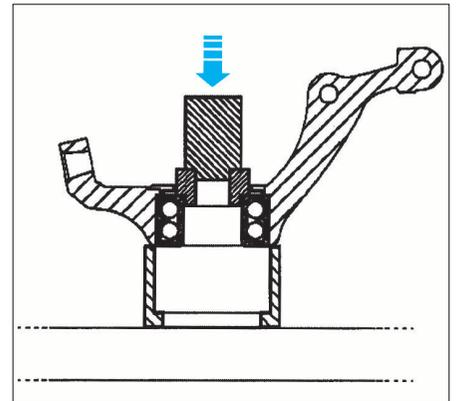

FIG. 11
- le roulement resté dans le pivot, en prenant appui sur sa bague intérieure avec un mandrin de Ø 46 mm depuis l'intérieur du pivot (Fig.11).